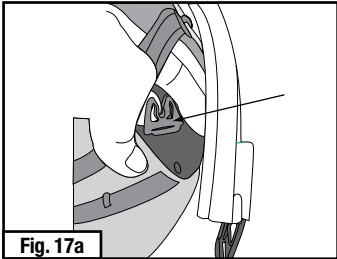

Fig. 17a
2. Sécuriser le nouveau coussinet confort S-954 à la coiffe, selon les Figs. 17a à d. Les deux longues fentes dans le coussinet confort s'accrochent au-dessus des deux grands crochets supérieurs marqués à l'aide d'une flèche à la Fig. 17a. Utiliser les plus petits crochets de la coiffe pour fixer complètement le coussinet confort, tel qu'indiqué (Fig. 17 b à 17 d).